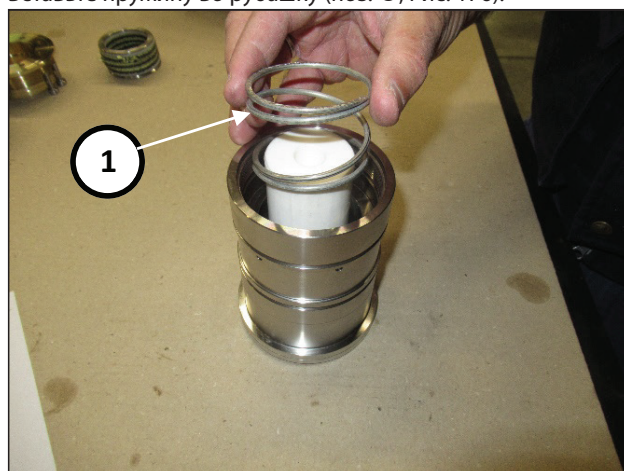

Рис. 176
Вставьте пружину в рубашку (поз. ①, Рис. 176).